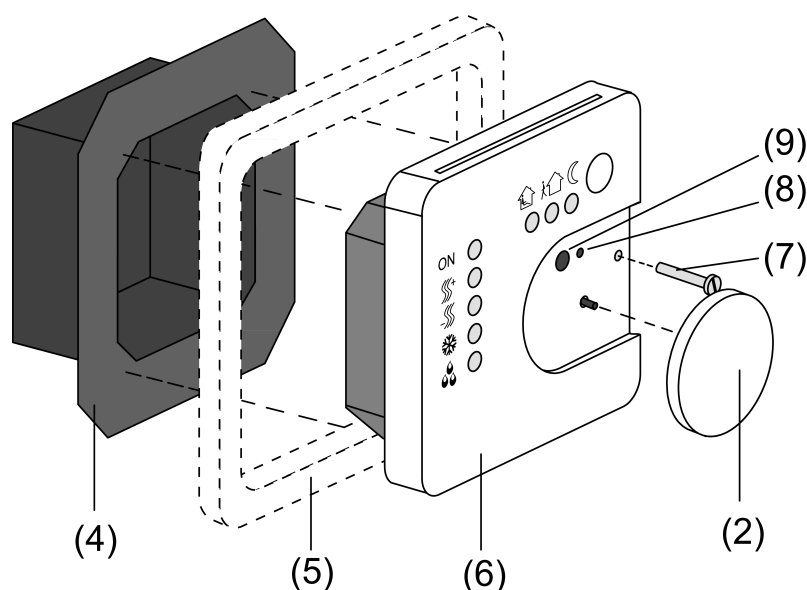
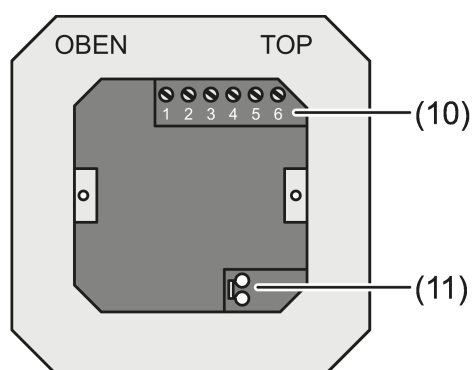
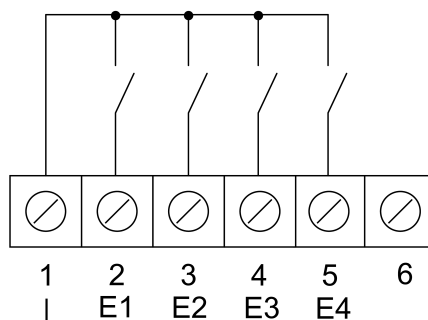
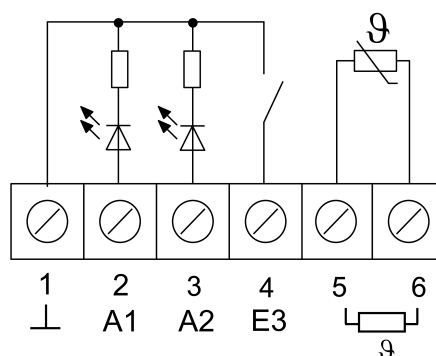

Figure 2: Conception de l'appareil
Figure 3: Mécanisme de bornes
Figure 4: Raccordement des entrées binaires
Figure 5: Raccordement des sorties binaires
- (4) Mécanisme de bornes
- (5) Cadre de recouvrement
- (6) Mécanisme électronique
- (7) Vis de fixation
- (8) LED de programmation
- (9) Bouton de programmation
- Séparer le mécanisme de bornes (4) et la garniture électronique (6) (voir figure 2).
- Enfiler le câble de bus dans le mécanisme de bornes sur la borne de raccordement (11) (voir figure 3).
- Entrées binaires **E1...E4** : raccorder les contacts de fenêtres normalement ouverts ou normalement fermés en tant que commutateurs ou boutons-poussoirs aux bornes 1 et 2...5 (voir figure 4) du bornier (10) (voir figure 3).
- Sorties binaires **A1...A2** : raccorder les LED ou les relais électroniques aux bornes 1 et 2, 3 (voir figure 5) du bornier (10) (voir figure 3).
- Raccorder la sonde de température externe aux bornes 5 et 6 (voir figure 5) du bornier (10) (voir figure 3).
- Introduire le mécanisme de bornes (4) (voir figure 2) dans le boîtier d'appareillage. Observer l'inscription **OBEN / TOP**. Le raccordement de bus (11) doit se trouver en bas à droite (voir figure 3).
- Placer le cadre de recouvrement (5) sur le mécanisme de bornes (4).
- Insérer le mécanisme électronique (6) en bonne position sur le mécanisme de bornes (4).
- Retirer la molette (2).
- Fixer le mécanisme électronique avec les vis de fixation (7).
- Remettre la molette (2) en place.
- Retirer la molette (2) (voir figure 2).
- Appuyer sur le bouton de programmation (9).